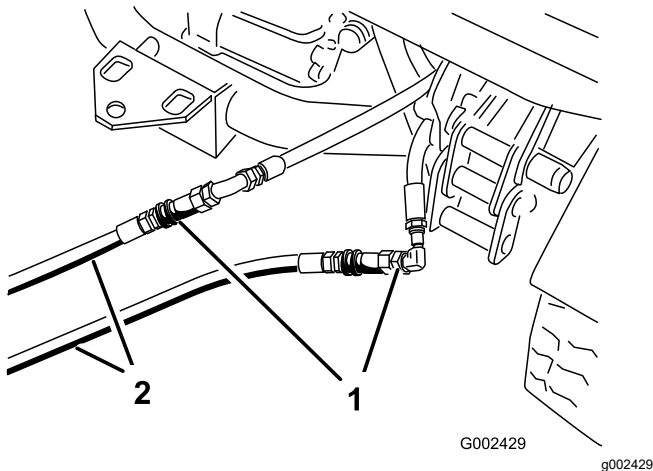

Bild 74
- Schließen Sie an der defekten Maschine die beiden Überbrückungsschläuche an die Schläuche an, die abgeschlossen wurden (Bild 74).